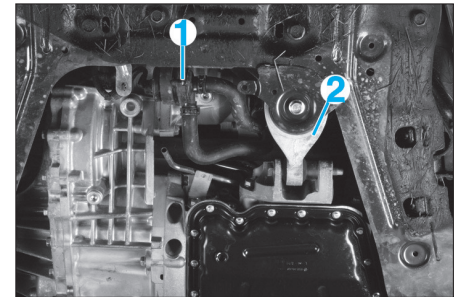

Fig. 3
- le support de la pompe de refroidissement du turbocompresseur (1) (Fig.3),